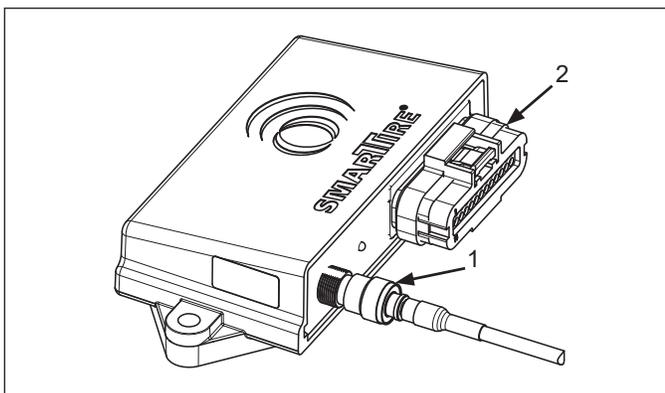

Figura 1: Quitar la ECU anterior
1. Desenrosque el conector de la antena existente de la ECU (1). *Vea la figura 1.*
2. Desconecte el arnés principal de la ECU del TPMS existente (2).